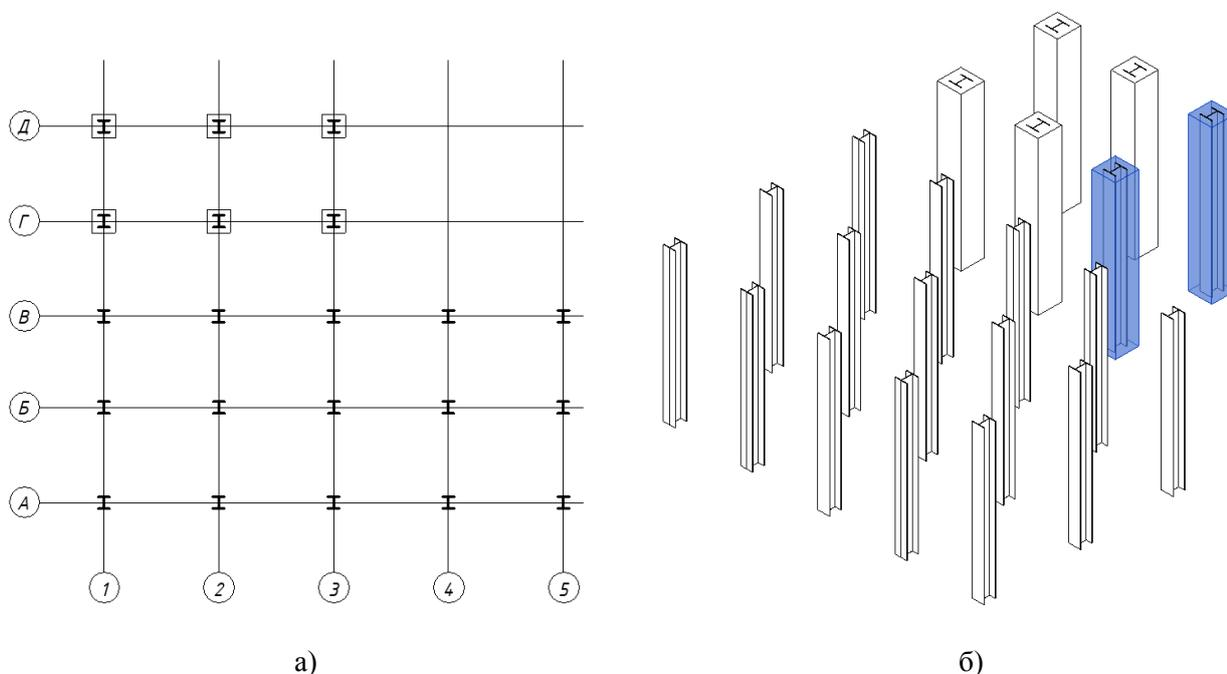

Рисунок 28 – Пример размещения колонн на линиях сетки и внутри архитектурных колонн:
4. Разместить колонны в области чертежа, указывая непосредственно положение отдельных колонн, либо используя групповое размещение несущих колонн на линиях сетки, либо устанавливая несущие колонны внутри архитектурных колонн (см. рис. 28).